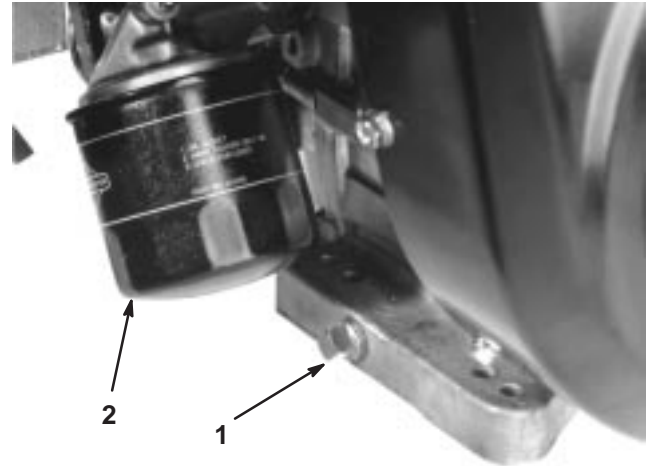

Bild 41
1. Entfernen Sie die Ablassschraube (Bild 41) und lassen das Öl in ein Auffanggefäß ab. Schrauben Sie die Ablassschraube wieder ein, nachdem das Öl abgelaufen ist.
2. Entfernen Sie den Motorölfilter (Bild 41). Ölen Sie die neue Dichtung am Ölfilter leicht mit frischem Öl ein.